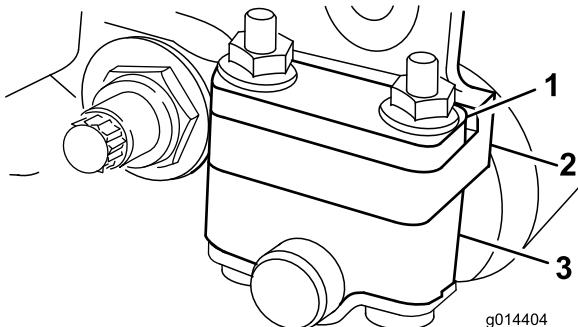
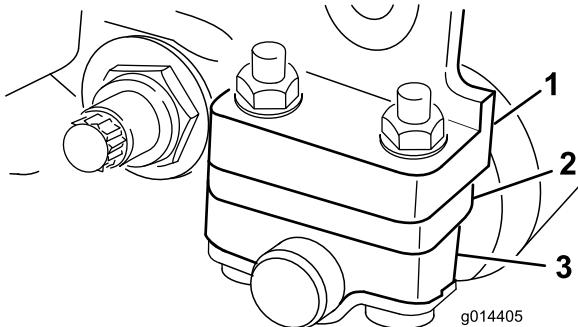

图11
图12
根据您想要的剪草高度范围，需要将后滚筒支架（图11或图12）调整到较低或较高的位置：
- 如图11所示，当剪草高度设置介于1.5~6mm之间时，将隔片放在侧板安装法兰的上方（出厂设置）。
- 如图12所示，当剪草高度设置介于3~25mm之间时，将隔片放在侧板安装法兰的下方（出厂设置）。
4. 需要时，将隔片放入滚筒支架上方或下方的螺丝上（图11或图12）。